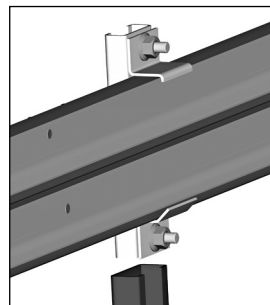

Рис. 22
- 2) Установить полученную сборку на горизонтальную направляющую в месте расположения подвеса (рис. 22).